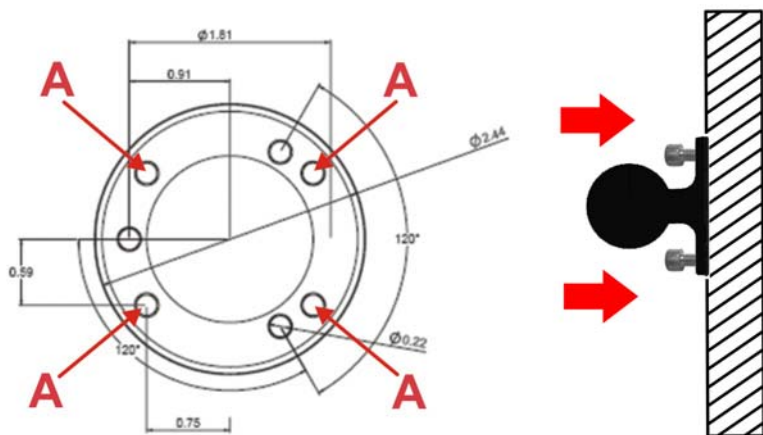

Fig. 8-1: Montaje del panel de mando
- Conforme al grupo de orificios de la fig. 8-1, perforar los orificios «A» necesarios.